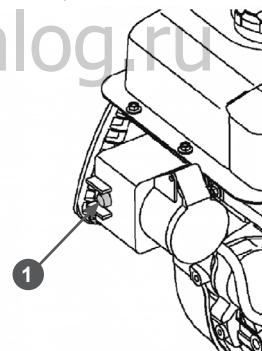

Рис. 31. Кнопка включения электрического стартера
- Нажмите кнопку 1 включения электрического стартера и удерживайте ее (Рис. 31).